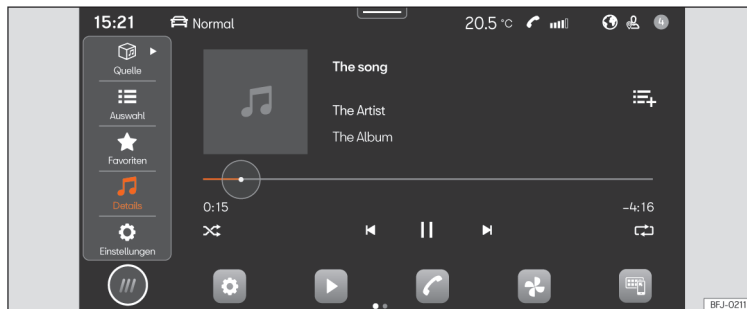

Abb. 189 Schematische Darstellung: Ansicht Medien.
- Drücken Sie **HOME > ► ► ► [Abb. 189]**.